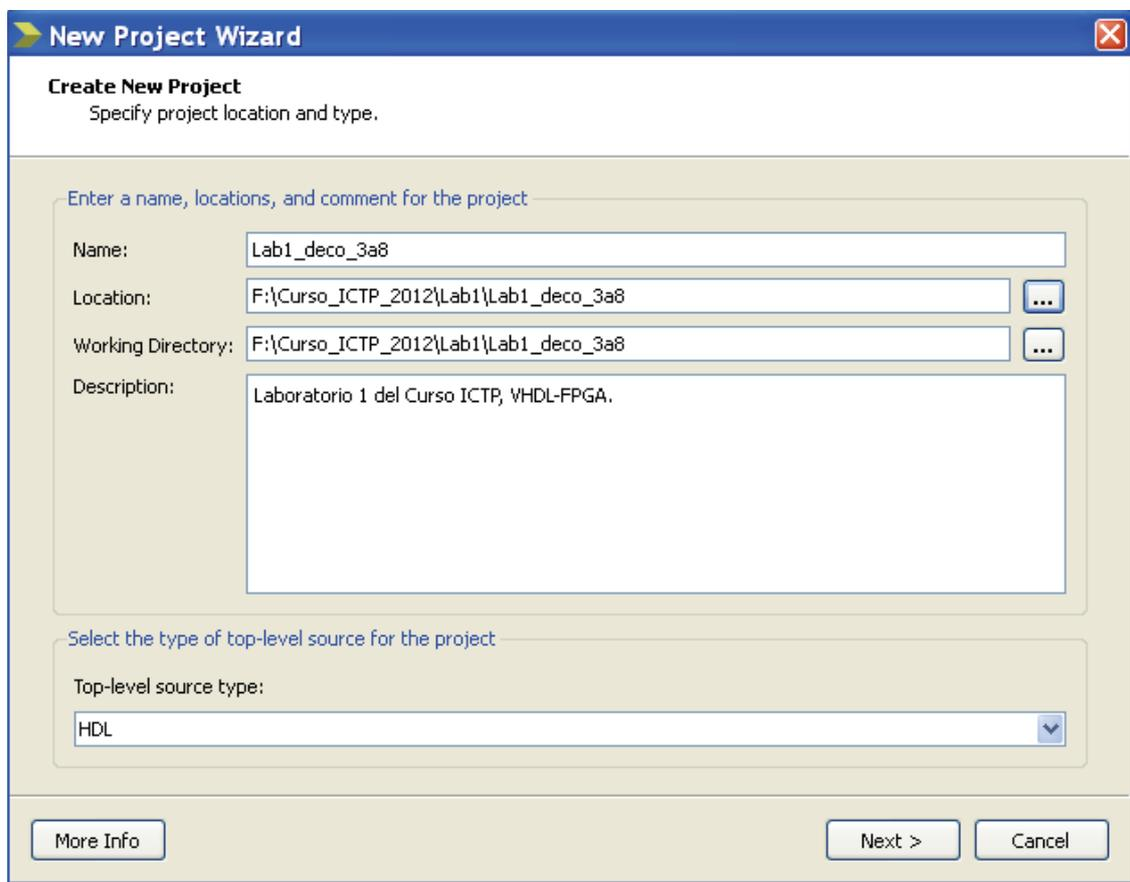

Figura 4 - Configuración proyecto nuevo. Paso 1
- c. Seleccione tipo HDL desde la opción *Top Level Source Type*. Finalizados los pasos a-c, se deberá tener una ventana similar a la que se ve en Figura 4.